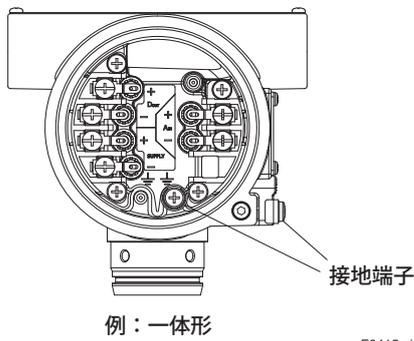

図 4.12 接地端子
- (2) 接地端子は図 4.12 に示すように内側と外側にそれぞれあり，どちらの端子を使用してもかまいません。
- (3) 分離形の場合，検出器側を接地します。
- (4) 接地用電線には 600V ビニル絶縁電線を使用します。